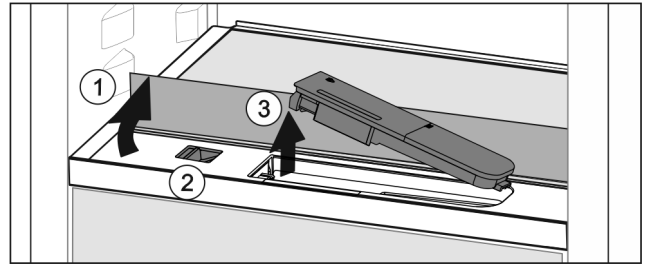

Fig. 56
- ▶ Glasplaat heffen en tot de aanslag naar achter klappen (Fig. 56 (1)).
- ▶ Schuif Fig. 56 (2) naar links schuiven.
- ▶ Waterreservoir eruit halen (Fig. 56 (3)).